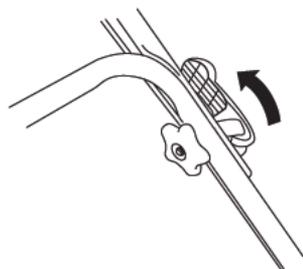

Figura 3
2. Posicione el mango como se muestra en la Figura 3.